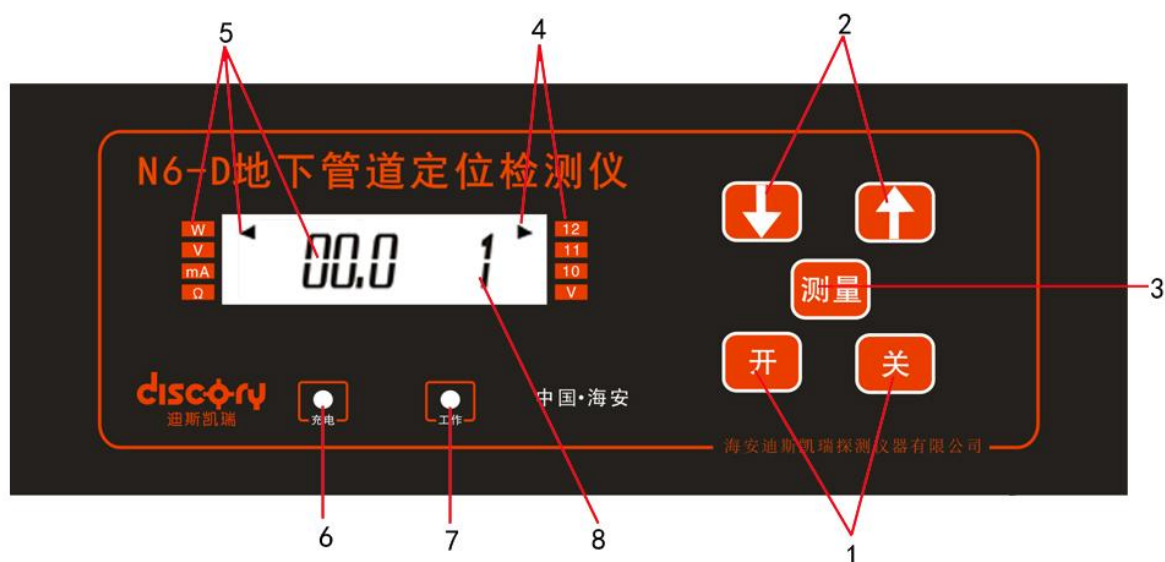

图1 发射机前面板示意图
- 1、**发射机**：发射机用于向地下管道发射某一特定频率的电磁波信号，建立起单线——大地回路的地下管线检测场。其功能示意如图1所示。